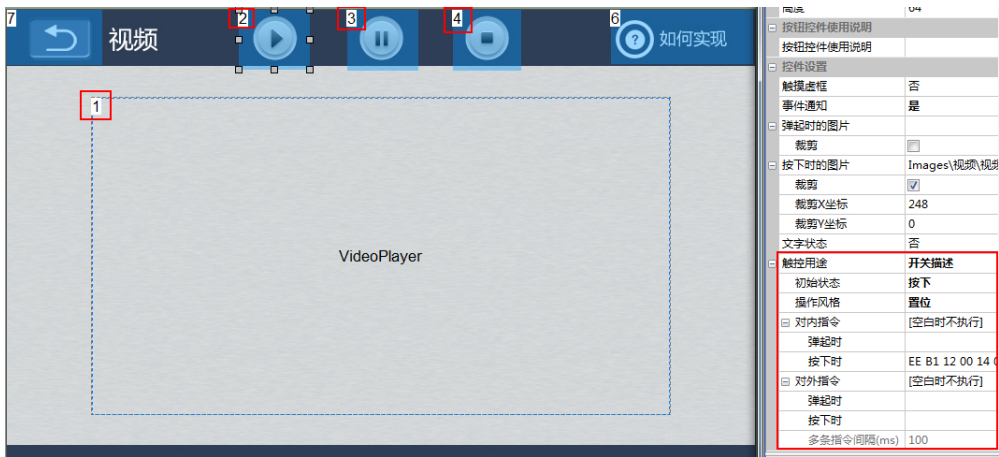

图 6-1 放置按钮
1. 在画面上添加三个按钮和一个视频播放控件。如图 6-1 所示：